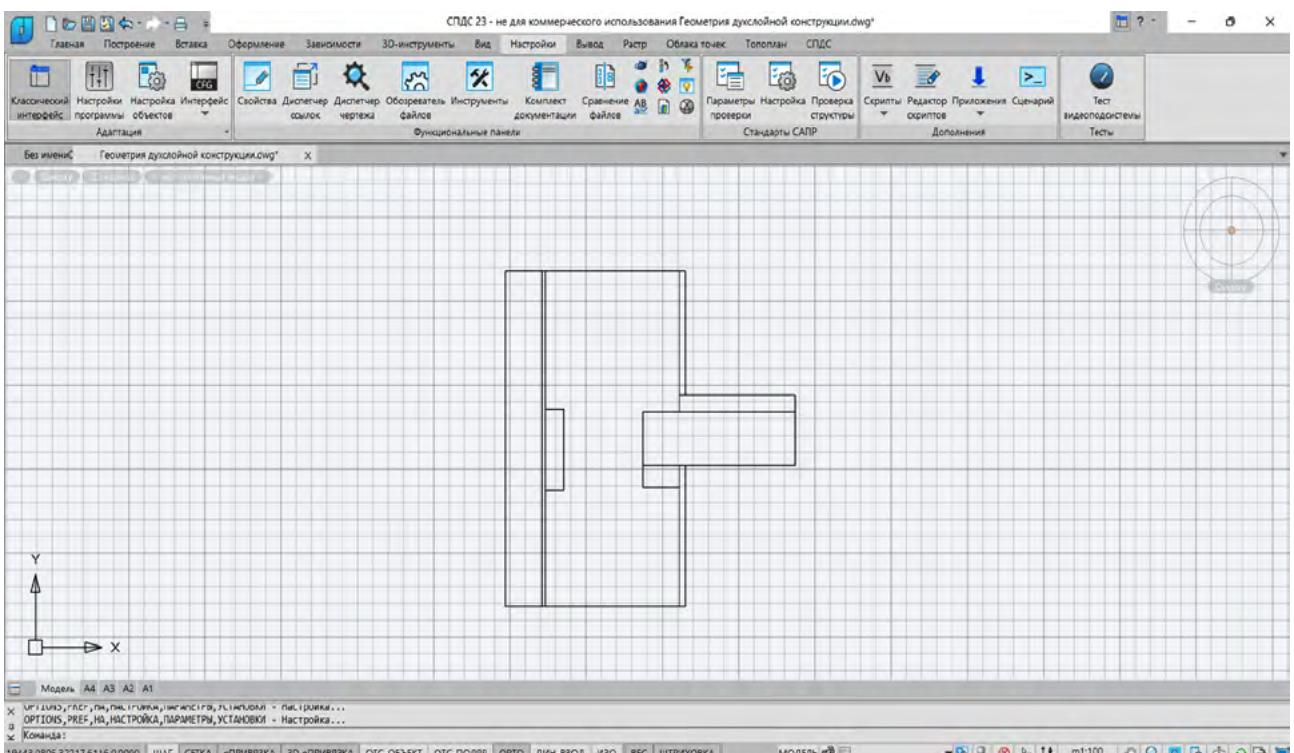

Рис. 1.6. Построение геометрической модели в программном комплексе nanoCAD
- 1) импортировать геометрическую модель, предварительно созданную в специализированной CAD-программе (например, nanoCAD, рис. 1.6);